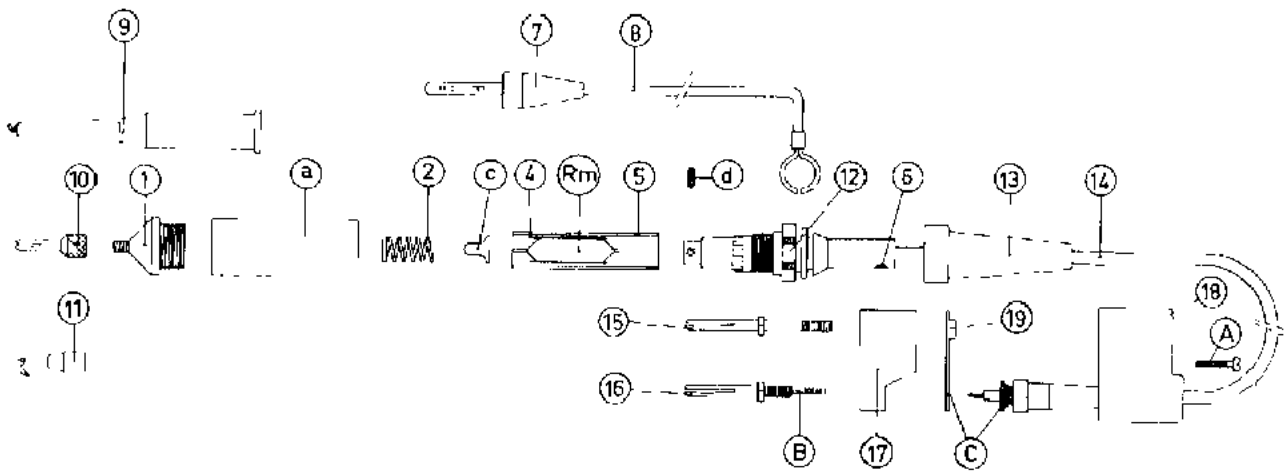

Fig. 22 Demontage gelijkspanningsmeetkop
O. Gelijkspanningsmeekop GM 6062a. Vervanging van onderdelen (fig. 22)
b. Montagevoorschrift voor de meekopkabel1. Aan de kant van de meekop (fig. 22)
2. Aan de kant van de steker (fig. 22).